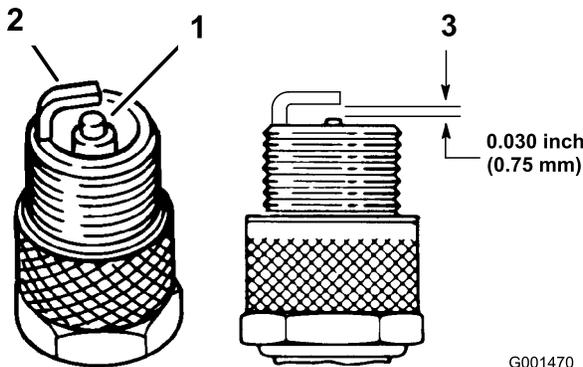

Figura 23
- Mire la parte central de las bujías (Figura 23). Si se observa un color gris o marrón claro en el aislante, el motor está funcionando correctamente. Si el aislante aparece de color negro, significa que el limpiador de aire está sucio.
- Compruebe la separación entre los electrodos central y lateral (Figura 23). Si la distancia no es correcta, doble el electrodo lateral (Figura 23).
- Conecte los cables a las bujías (Figura 23).